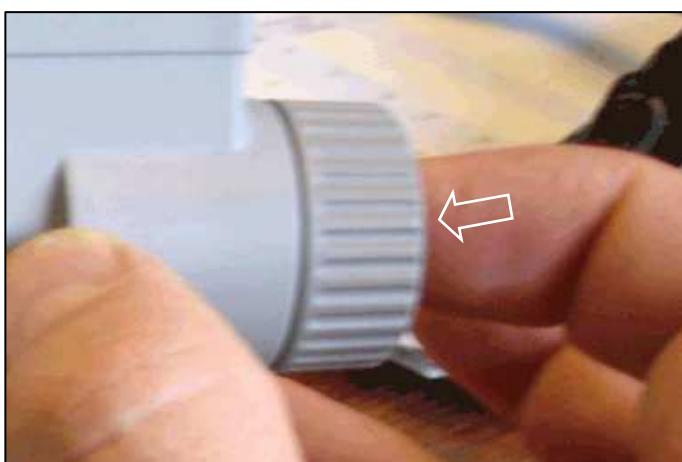

Fig. 3
Validation : (Fig.3)
Bestätigung: (Abb.3)
Validatie: (Fig. 3).
Validación : (Fig.3)
Conferma : (Fig.3)
- **Page de travail 2/3 : Configuration semoir** (Fig.3)
- **Work page 2/3 : seeder configuration** (Fig.3)
- **Arbeitsseite 2/3 : Konfiguration Sämaschine** (Abb.3)